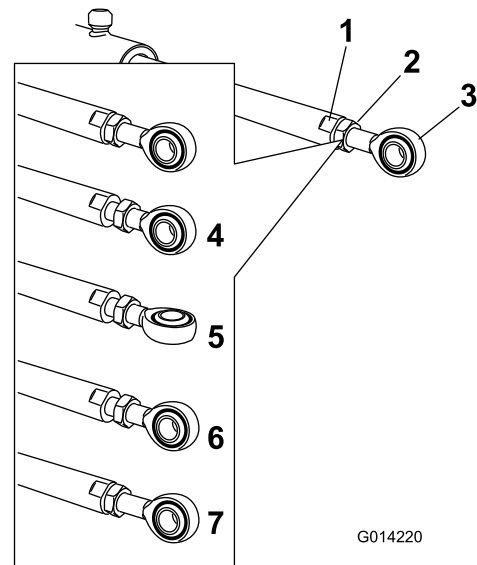

Bild 75
5. Arretieren Sie die flachen Seiten der Aktuatorstange mit einem Schraubenschlüssel und lösen Sie dann die Klemmmutter, damit Sie die Ösenstange manipulieren können (Bild 75).
6. Drehen Sie die Ösenstange in der Aktuatorstange, um den ausgefahrenen Aktuator auf die gewünschte Stellung zu verlängern oder zu verkürzen (Bild 75).